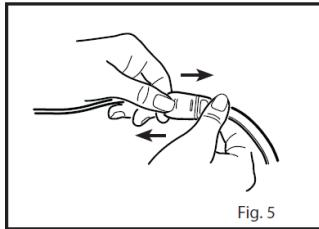

Fig. 5
- (1) 센서 커넥터를 꽉 잡고 당겨서 환자 케이블에서 분리한다(Fig. 5).